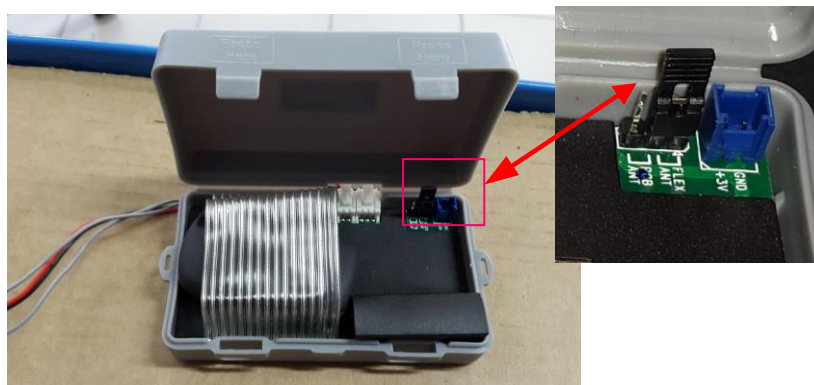

Рис. 18. Чип иммобилайзера в корпусе модуля обхода.
2. Поместить ключ без нарезной части и элемента питания (или только сам чип иммобилайзера) в корпус модуля обхода иммобилайзера, например, Carmega BIS-140. С помощью переключки на плате «Jumper Selection» выбрать гибкую антенну «Flexible Antenna», см рис. 18.